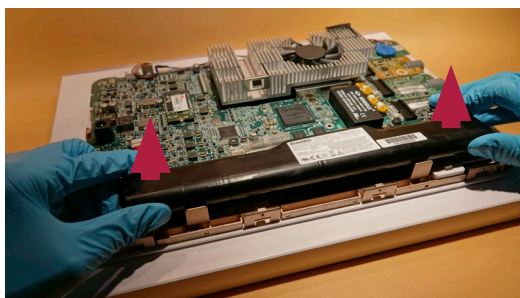

Figura 14 Extracción de la batería
a) Extraiga la batería de la placa principal de la unidad de visualización (Figura 14)